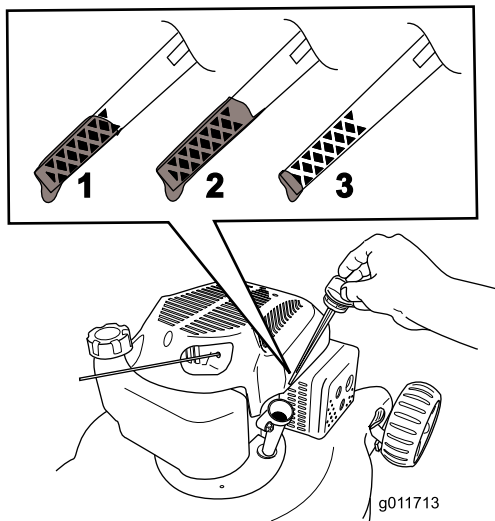

Figura 8
5. Per determinare qual è il corretto livello di olio sull'asta, vedere Figura 8.
**Nota:** Riempite la coppa dell'olio motore fino a quando l'asta di livello non indica che il livello dell'olio è corretto, come illustrato nella Figura 8. Se riempiete eccessivamente il motore, estraete l'olio in eccesso come indicato in Cambio dell'olio motore.